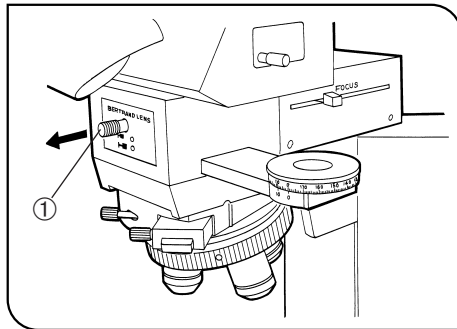

Fig. 25
2. Tire del mando de la lente de Bertrand ① hasta la posición OUT (O). (Fig. 25)
5. Pulse el mando de la lente de Bertrand ① hasta la posición IN (●) para la observación concópica.